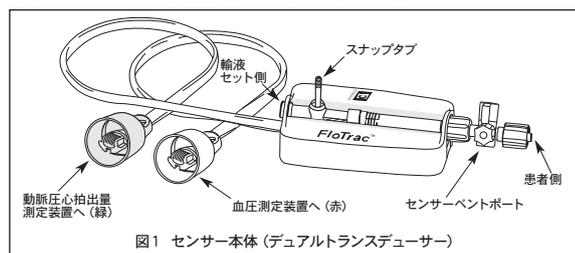

図1 センサー本体 (デュアルトランスデューサー)
- * 本品はポリ塩化ビニル (可塑剤: フタル酸ジ (2-エチルヘキシル) 等) を使用しています。また、本品の構成品にはABS樹脂、MABS樹脂、ポリアミド、ポリカーボネート、シリコン、ガラス、ポリエチレン、シリコン潤滑剤、ポリプロピレン、ポリイソブレン、シリコンエラストマー、コポリエステル、イソプレングム、シリコンゴムを使用しているものがあります。本品のセンサー本体部分の形状は図1の通りです。